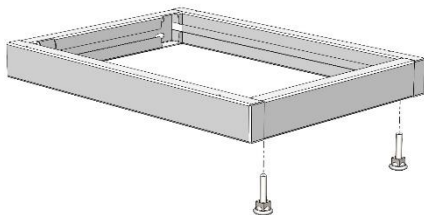

Рис. 5
- В случае с одной тумбой – подготовить универсальную раму для тумб: установить регулируемые опоры (Рис. 5)